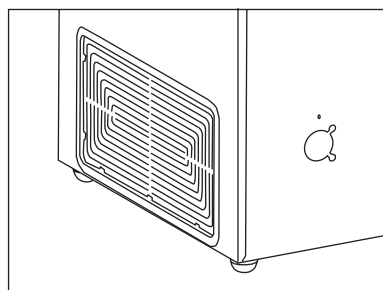

fig. 3
**IMPORTANTE!** Ci deve essere libero accesso alla griglia di ventilazione (fig. 3).